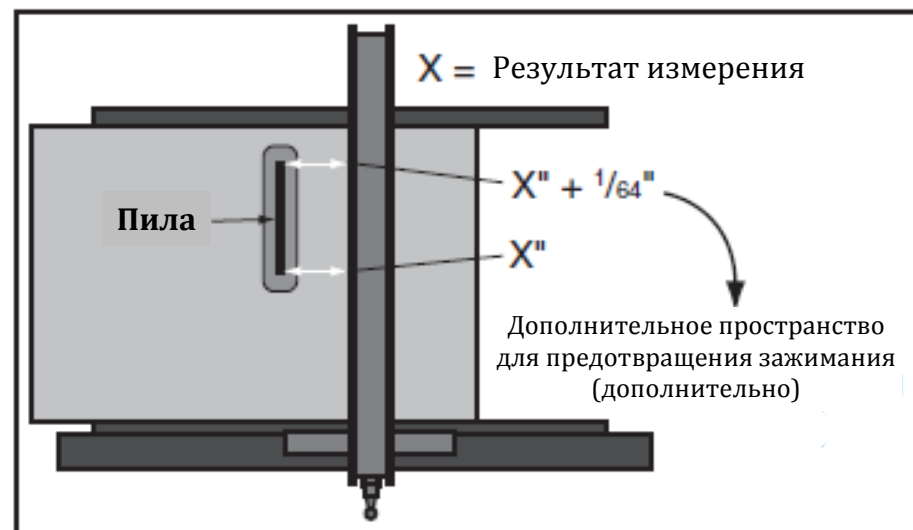

Рис. 81. Регулировка параллельного упора со смещением 0,4 мм
Некоторые деревообработчики предпочитают смещать заднюю часть параллельного упора на 0,4 мм от диска пилы, как показано на рис. 81, для предотвращения зажимания и подгорания заготовки.
4. Измерить расстояние между зубом и плоскостью параллельного упора, как показано на рис. 81.